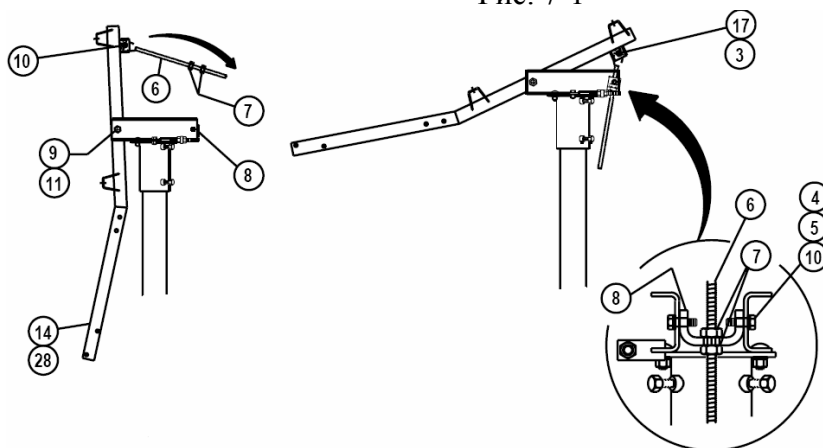

Рис. 7-3
3. Установить опорную раму на узел оголовка. Закрепить болтом М20 х 140 мм и гайкой (9, 11). Открутить одну гайку М22 (7) с винта регулировки угла места (6), прикрепить винт регулировки болтом М12 (10) к раме и просунуть сквозь отверстие в цапфе (8). Цапфа (8) показана в положении для угла места более 13°. Если угол места менее 13°, перевернуть цапфу на 180°. Накрутить гайку М22 (7). Не затягивать. (См. Рис. 7-3).
4. Если позволяет место, поворачивая гайки М22 (7) на винте регулировки угла места, перевести опорную раму в горизонтальное положение. (См. Рис. 7-3).
8. Повернуть рефлектор вниз, отпуская гайки (7) на винте регулировки угла места (6). Когда рефлектор встанет в удобное положение, (приблизительно 20°), слегка затянуть гайки на винте регулировки угла места. (См. Рис. 7-3).